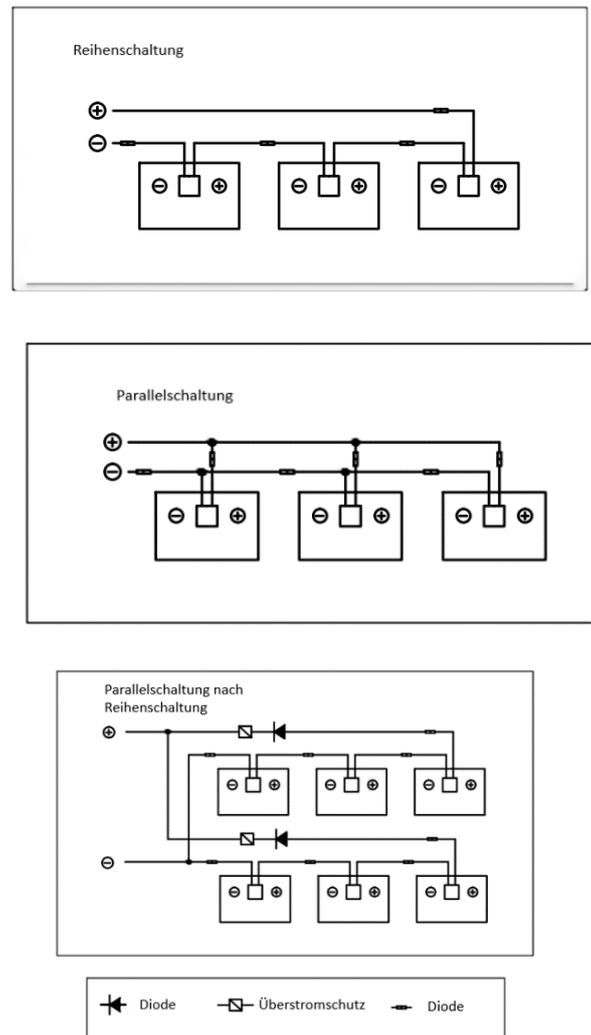

Abb. 18 Schaltbild der elektrischen Anschlüsse
Um den Normalbetrieb des Systems sicherzustellen, achten Sie darauf, dass die Polarität der Kabel korrekt ist, wenn Module oder Lasten, wie beispielsweise Wechselrichter und Batterien, angeschlossen werden. Wenn das PV-Modul nicht korrekt angeschlossen ist, kann die Bypass-Diode beschädigt werden. Abb. 18 zeigt wie die PV-Module in Reihen- oder Parallelschaltung angeschlossen werden. PV-Module können in Reihe geschaltet werden, um die Spannung zu erhöhen. Reihenschaltungen werden ausgeführt, indem das Kabel des Pluspols eines Moduls mit dem Minuspol des nächsten Moduls verbunden wird. PV-Module können in Parallelschaltung ausgeführt werden, um die Stromstärke zu erhöhen, indem der Pluspol des einen Moduls mit dem Pluspol des nächsten Moduls verbunden wird. Wenn ein Modul nicht korrekt angeschlossen ist, kann die Bypass-Diode beschädigt werden.
- Verwenden Sie die gekennzeichneten 5,5 mm-Erdungsbohrungen, um den eloxierten Rahmen zu erden. Verwenden Sie eine M5-Mutter, zwei M5-Schlitzscheiben, eine M5 flache Unterlegscheibe, einen M5 Federring und eine M5-Schraube und den Kupferdraht. Alle Muttern, Schrauben und Unterlegscheiben müssen vom Typ M5 sein und aus Edelstahl bestehen (Abb. 18).